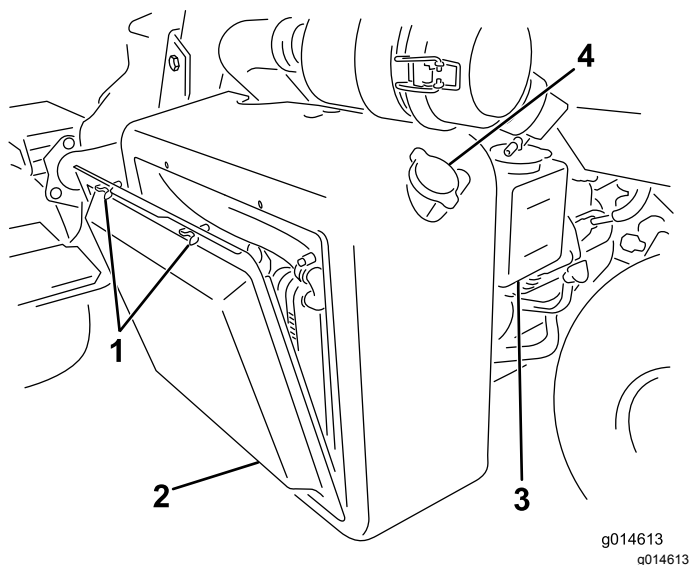

Figura 49
1. Retire la rejilla del radiador (Figura 49).